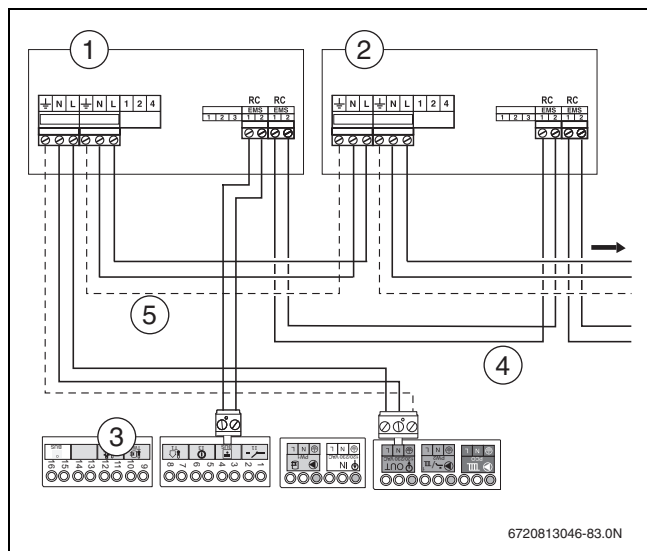

Bild 38 Anschluss mehrere Funktionsmodule
- EMS-Busanschluss des ersten Moduls für das zweite Modul verwenden. Hierzu das mit dem Modul mitgelieferte Kabel verwenden (→ Bild 38, [4]).